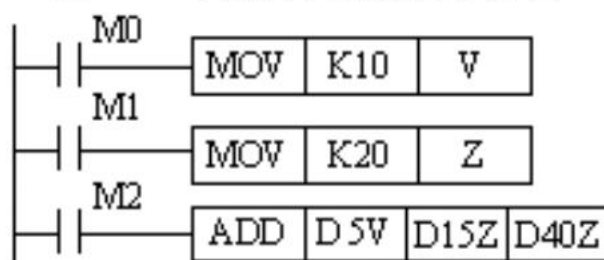

图 5.11 变址操作举例
**例5.1** 如图5.11所示的梯形图中，求执行加法操作后源和目操作数的实际地址。